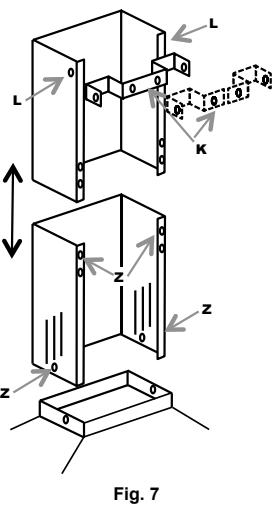

Fig. 7
• SKORSTENSMONTERING (fig. 7):